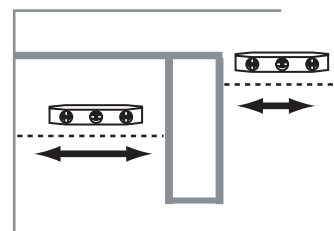

FIG. 4.1
2. Tracer une ligne de niveau de la même longueur que la tablette pour toutes les tablettes **INFÉRIEURES** (D) sur la paroi arrière du placard (Fig. 4.1).